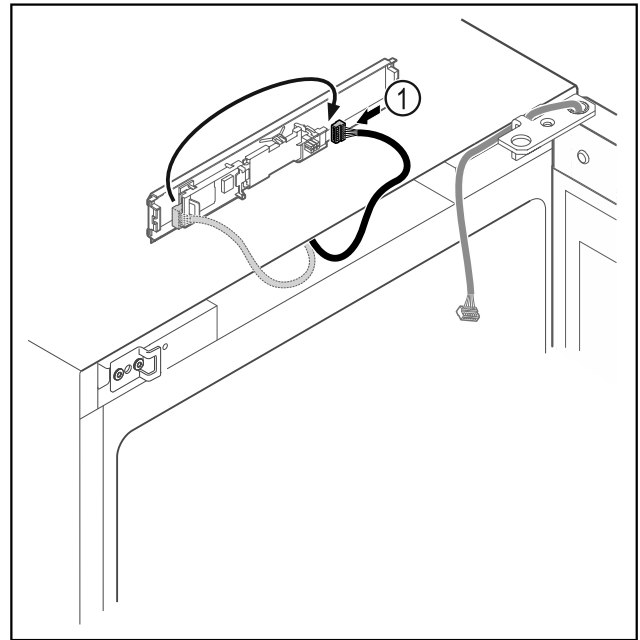

Fig. 11
- Brancher le connecteur Fig. 11 (1) de l'autre côté.